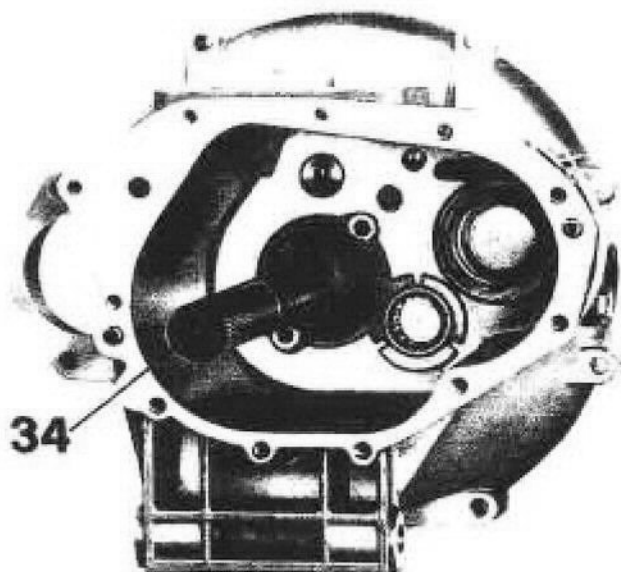

Fig. 95/2
- l'anello esterno del cuscinetto per albero secondario dopo spalmato con «Loctite» va pressato con apposito punzone n. 14929100 (35 di fig. 95/3);
- il cuscinetto per albero primario va pressato con apposito punzone n. 14928800 (36 di fig. 95/4).